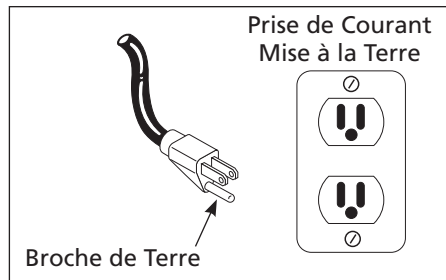

Figure 6 - Méthode de Mise à la Terre
3. Ce produit est conçu pour l'utilisation d'un circuit de 120 volts et a une fiche de mise à la terre comme celle indiquée sur la Figure 6.